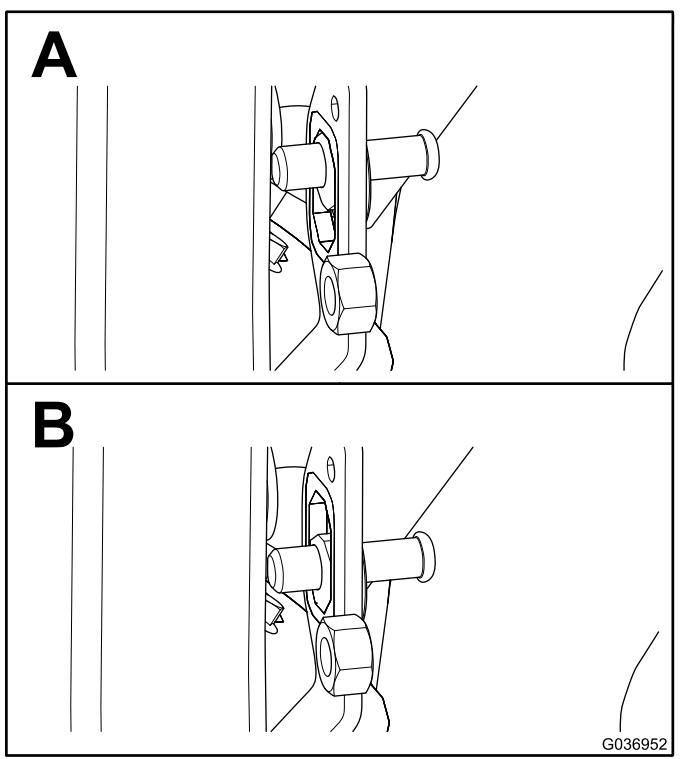

Figura 4
1. Centre o pino do trinco no suporte de montagem do trinco do pino na travessa (Figura 4).
- Aperte a porca de bloqueio assim que o pino do trinco chegar a 1,9 a 2,2 cm, como se mostra na Figura 4.